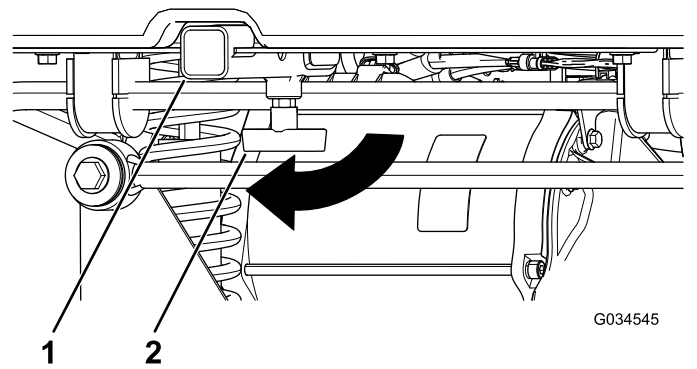

Figura 15
1. Afloje el asa en 'T' girándola en sentido horario (Figura 15).
2. Inserte el accesorio en el receptor, hasta que llegue al final del mismo (Figura 15).